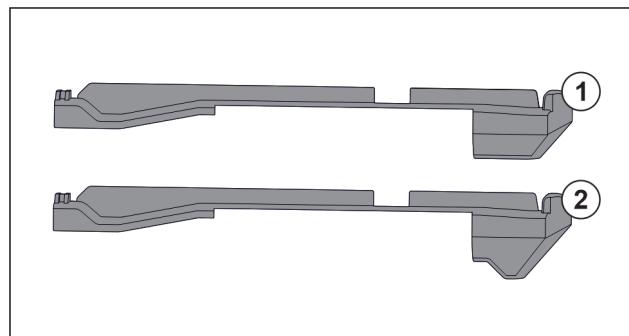

Fig. 195 Сравнение вставных частей
В устройстве находятся две разные вставные части. Вставная часть над самым нижним выдвигным ящиком Fig. 195 (2) имеет треугольную кромку. Все прочие вставные части Fig. 195 (1) имеют прямую кромку.
- ▶ Установите вставную часть Fig. 195 (2) с треугольной кромкой над самым нижним выдвигным ящиком.
- ▶ Установите вставную часть Fig. 195 (1) с прямой кромкой на все прочие места.